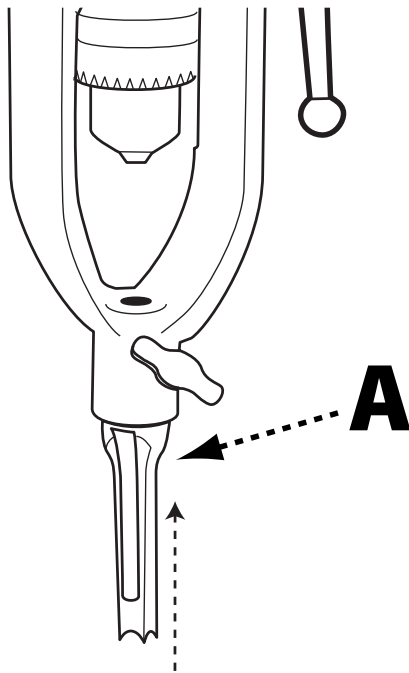

FIGURE 6
Choisissez le ciseau et le foret souhaités. Retirez le foret et insérez le ciseau (A) dans le porte-burin avec la fenêtre d'évacuation du bois face au côté. Consultez la Figure 6. La rainure du ciseau doit être face au sens d'insertion de la pièce de travail. Si la pièce est insérée vers la gauche, l'ouverture du ciseau doit être vers la gauche. Si la pièce est insérée vers la droite, la rainure doit être vers la droite.